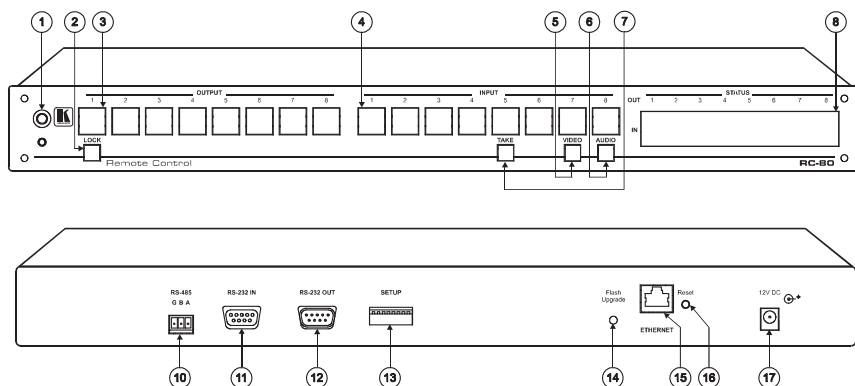

Рис. 1. Панель дистанционного управления RC-80²
- На рис. 1 показана панель дистанционного управления **RC-80**